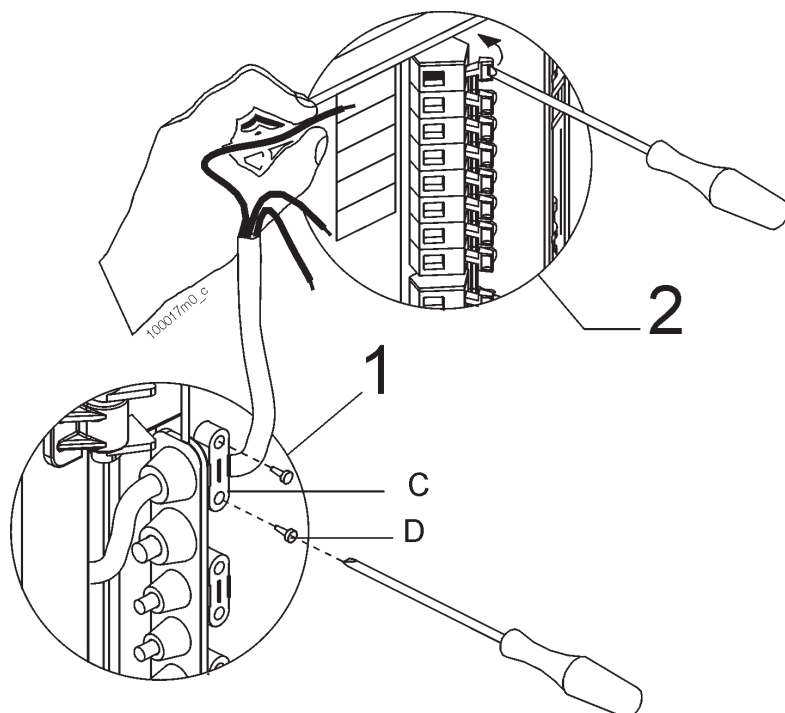

Figura 13 - Collegamento alimentazione
- Per collegare i cavi premere col cacciavite nelle leve di apertura della morsettiera come illustrato in figura 13.
Per collegare i cavi premere col cacciavite nelle leve di apertura della morsettieria come illustrato in figura 13.